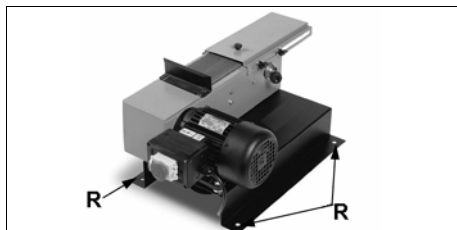

Fig. 4
Versione con basamento opzionale: appoggiare la basetta del motore sul basamento stesso, fissando la macchina con le apposite viti, rondelle e dadi forniti in dotazione, da inserire nei 4 fori predisposti sia sulla basetta sia sul basamento. Fissare quindi il basamento al piano di sostegno con i bulloni e i dadi da inserire nei 4 fori (R) presenti sullo stesso (Fig. 4).